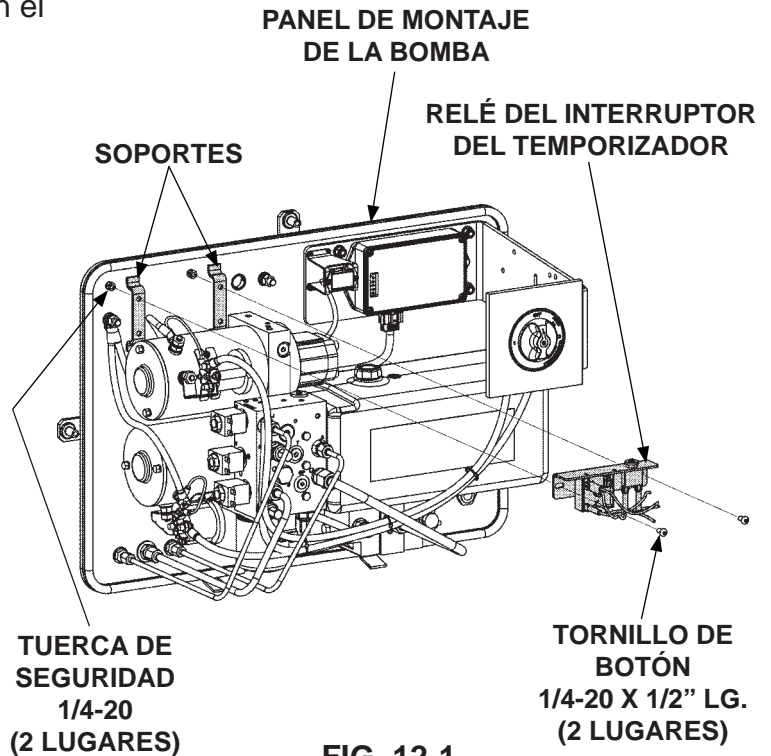

FIG. 12-1
3. Atornille el relé del interruptor del temporizador (art. incluido en kit) al panel de montaje de la bomba como se muestra en la **FIG. 12-1**.